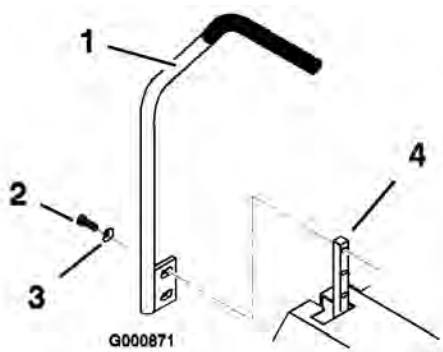

Figure 16
1. Enlevez les 2 vis et rondelles bombées qui fixent le levier de commande à l'arbre du bras de commande (Figure 16).
2. Placez le levier de commande dans les trous suivants, et fixez-le en position avec les 2 vis et rondelles bombées. La face concave de la rondelle doit être tournée vers l'arbre du bras de commande (Figure 16).